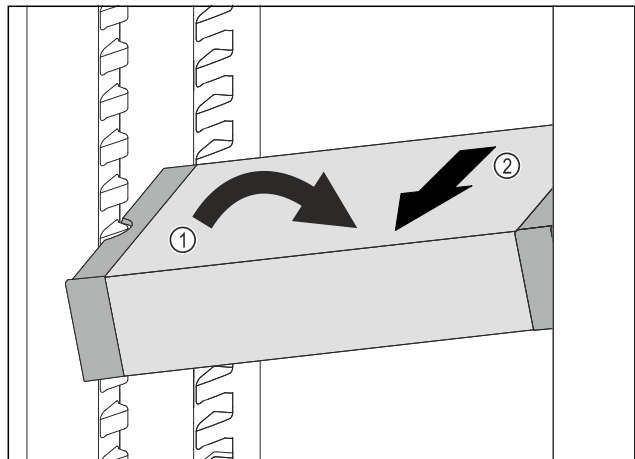

Fig. 167
- VarioSafe im Kühlteil schräg stellen. Fig. 167 (1)
- VarioSafe nach vorne entnehmen. Fig. 167 (2)